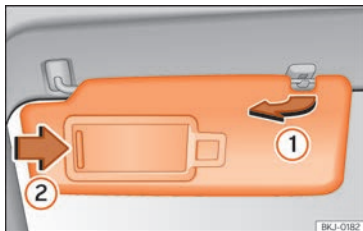

Fig. 148 Pare-soleil du côté du conducteur.
- Le pare-soleil peut être retiré du support et rabattu contre la porte »» **fig. 148** ①.